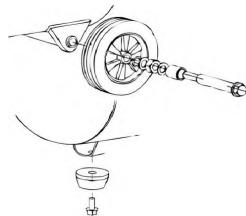

Рис. 2
- Установите колеса и резиновую ножку, для перемещения компрессора (См. Рис. 2). Зафиксируйте их винтами.